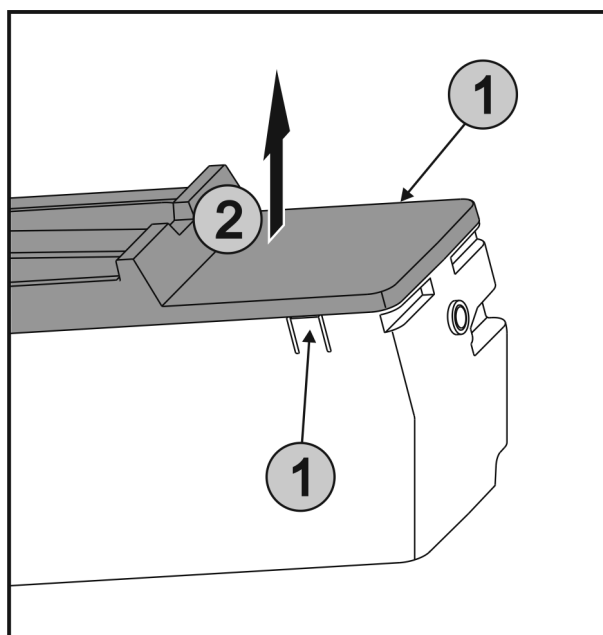

Fig. 60
- ▶ Appuyer simultanément sur les languettes Fig. 60 (1) des deux côtés de l'EasyTwist-Ice et retirer le couvercle Fig. 60 (2) vers le haut.